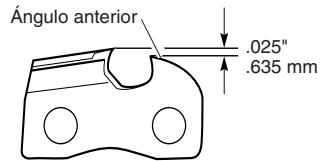

Figura 25 - Redondeo del ángulo anterior de la medida de profundidad
- Retire el calibrador de medida de profundidad. Utilice una escofina plana para redondear la esquina frontal de la medida de profundidad del elemento de corte (vea la Figura 25).